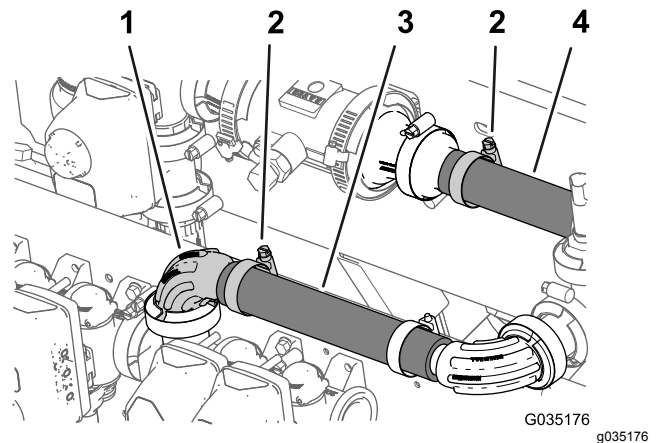

Figure 64
1. Engagez le flexible (1" x 8 1/2") sur le raccord à bride à 90° (1"), comme montré à la Figure 64.
- Fixez le flexible au raccord à bride avec un collier (Figure 64).
- Serrez le collier qui fixe le flexible (1" x 7¼") sur le raccord à bride cannelé (1") que vous avez monté lors de Montage du transducteur de pression sur la machine (page 29) ; voir Figure 64.